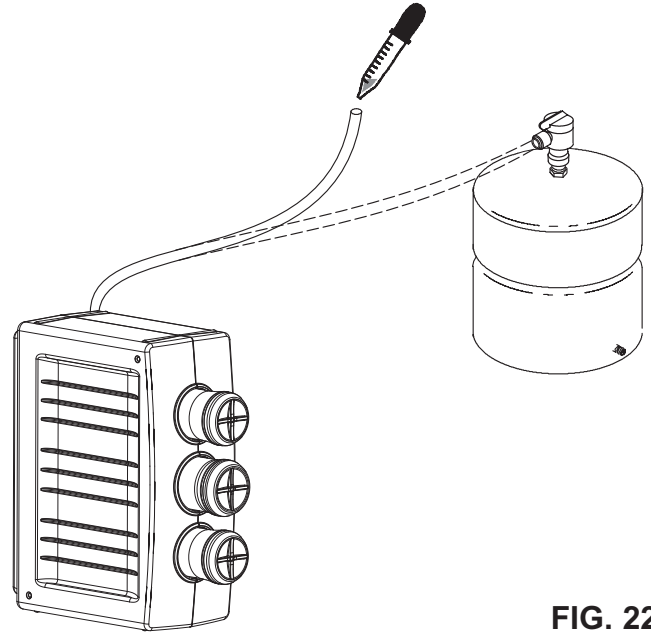

FIG. 22
Para desinfectar el sistema, siga los pasos a continuación: Vea la Fig. 22.
4. Agregue 3 ml. de cloro en el extremo abierto de la tubería amarilla. Manipule el cloro según las recomendaciones del fabricante. Vea la Fig. 22.